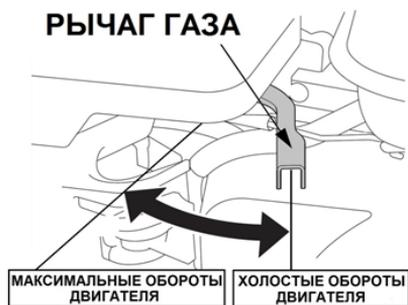

Рис. 15 Положения рычага газа
4. Переведите рычаг газа на 1/3 хода в сторону положения максимальных оборотов двигателя (Рис. 15).